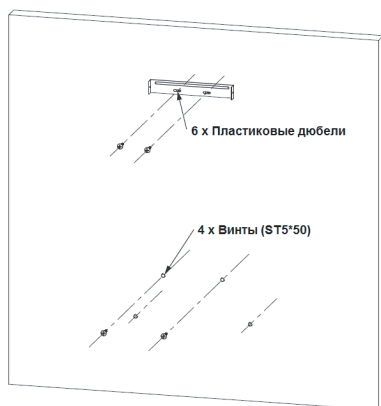

Рис. 4
2. Закрепите держатель воздуховода на стене с помощью винтов (ST5*50) и пластиковых дюбелей. Вкрутите винты в дюбели, но не до конца, оставив снаружи расстояние в 2 мм. (Рис. 4)